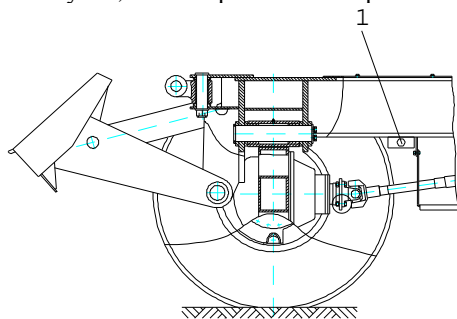

Рис. 10
5. Для объединения поршневых и штоковых полостей рулевых гидроцилиндров выверните на 2...3 оборота винт 1 (рис. 10) буксировочного крана рулевого управления и законтрите винт гайкой.
6. Заверните до упора винт 1 (рис. 10) буксировочного крана рулевого управления, расположенного на ходовой раме, и законтрите его гайкой.